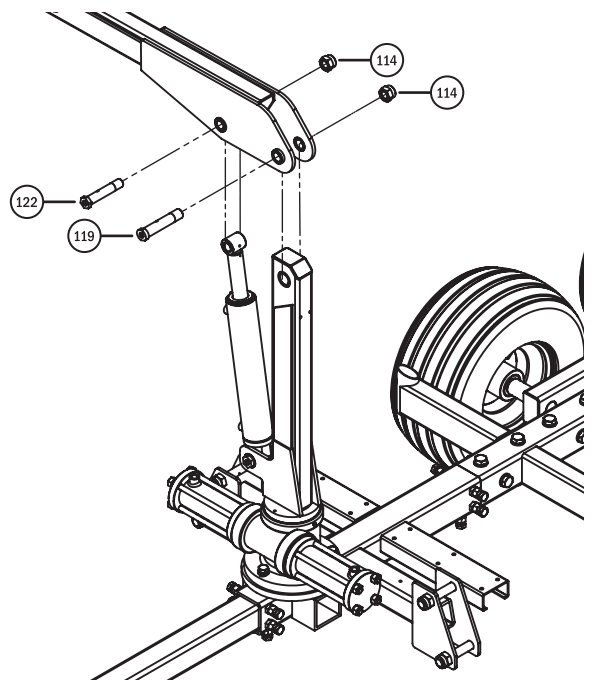

Fig. 9
AVERTISSEMENT Le bras de flèche est lourd et flexible. Il est recommandé de prévoir au moins deux personnes pour la soulever, la déplacer et l'assembler. L'utilisation d'un dispositif de levage mécanique tel qu'une grue ou un palan est recommandée. Lors du levage, suivez à tout moment les techniques de levage recommandées par l'administration de la santé et de la sécurité au travail (OSHA). Placez l'ensemble bras de flèche sur l'ensemble flèche verticale comme indiqué sur la **fig. 9** à l'aide des axes de pivotement (119 et 122) et des écrous (114). Comme l'ensemble bras de flèche nécessite un mouvement libre, les écrous (114) doivent être serrés uniquement jusqu'à ce qu'ils touchent l'épaulement de chaque axe de pivotement (119 et 122).